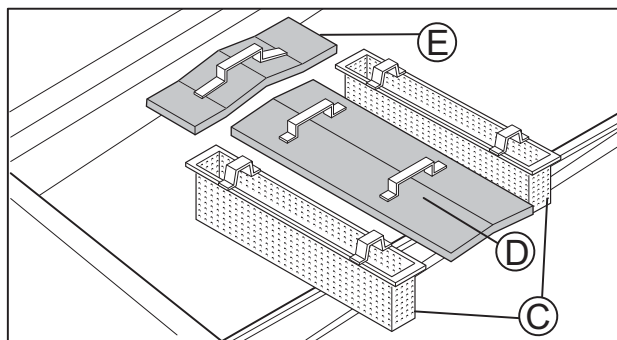

Figura 23 Filtros de la cuba
- Retire los filtros de la cuba "C" - "D" - "E" (Figura 23).